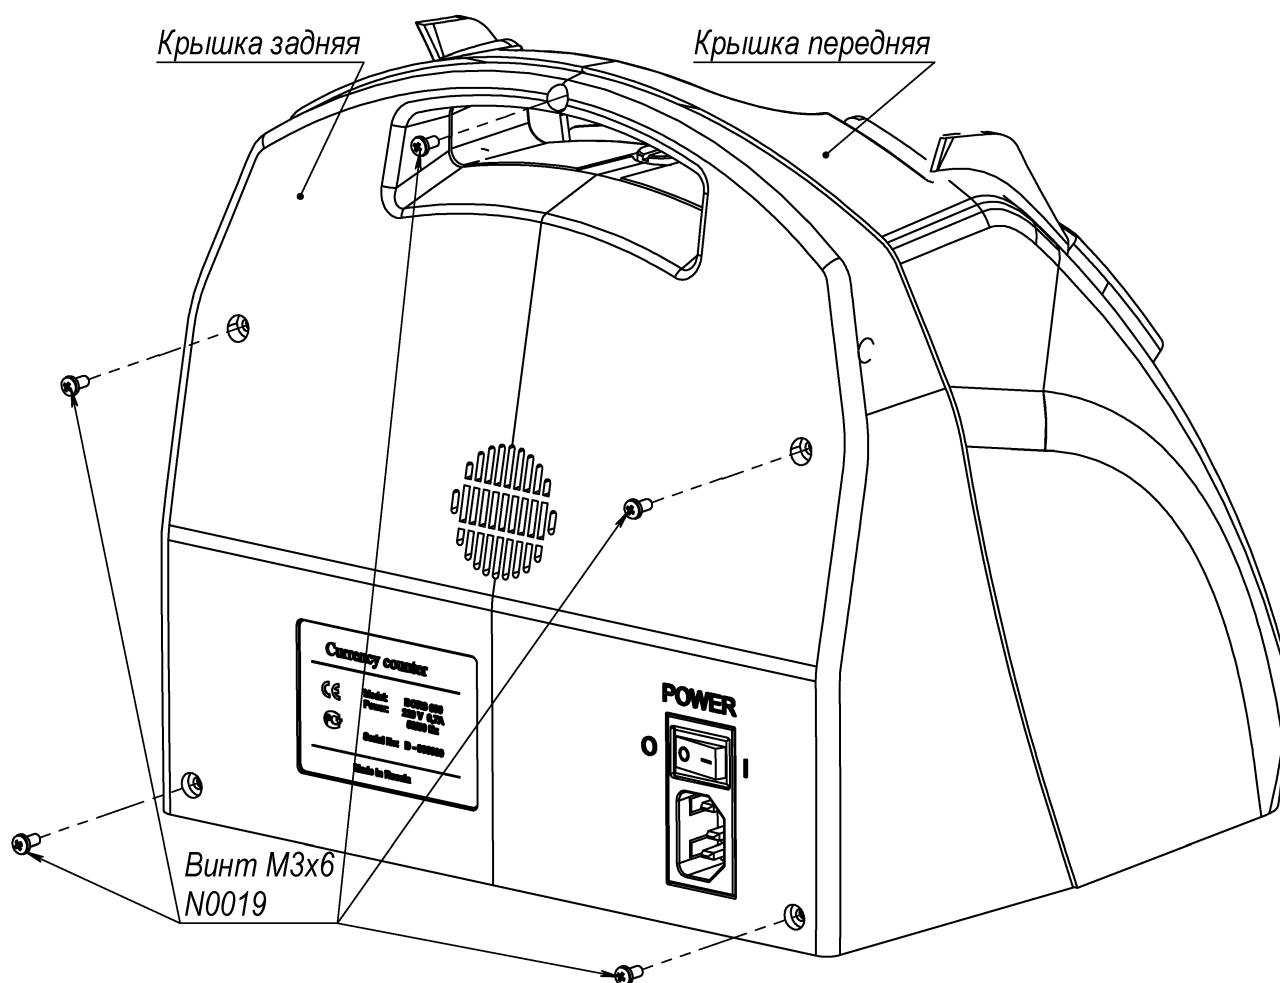

Рис. 5
Рис. 5а
Рис. 5б
Рис. 5в
2. Аккуратно отодвиньте заднюю крышку на 10-12 сантиметров (см. Рис. 5а).
3. Отсоедините кабель вентилятора от разъема X4 модуля питания (см. Рис. 5б).
4. Снимите заднюю крышку (см. Рис. 5в).
При установке задней крышки DORS 620 (серийные номера № 000001-001228) убедитесь, что кабель попадает в специальный вырез на крышке (см. Рис. 5в). При наличии фиксатора кабеля на задней крышке – кабель вентилятора предварительно уложить в фиксатор.